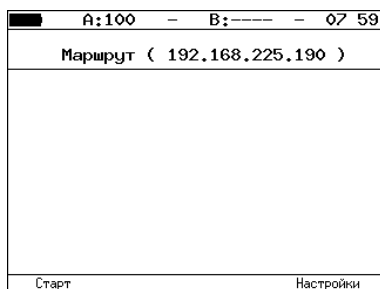

Рис. 7.63. Меню «Маршрут»
2. Перейти в меню «Маршрут» (см. рис. 7.63). Нажать на клавишу **F4** («Настройки»).